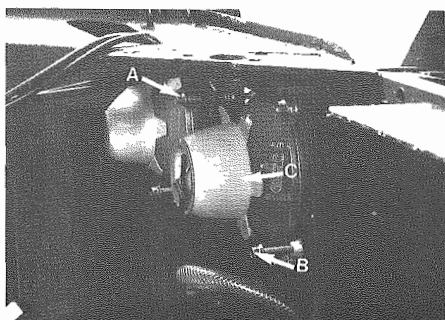
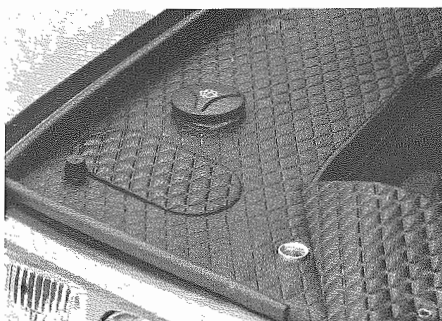
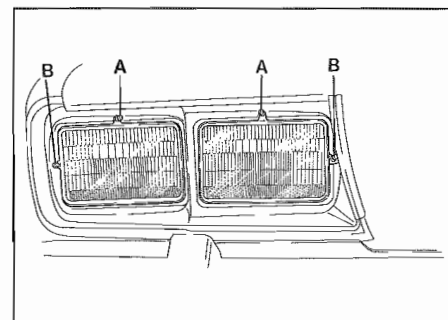

Fig. 9 - Sportello di protezione
Fig. 10 - A - Viti di regolazione orizzontale
Fig. 11 - A - Viti di regolazione orizzontale USA
- Aprire il cofano motore e sollevare lo sportello di protezione indicato in Fig. 9.
- Agire sulla vite di regolazione A (Fig. 10 - Eur.) per l'orientamento orizzontale e sulla vite B per l'orientamento verticale (Fig. 11 - USA).
- Open the engine compartment and lift protection lid of Fig. 9.
- Act on the adjusting screw A (Fig. 10 - Eur.) for the horizontal aiming and on adjusting screw B for the vertical aiming (Fig. 11 - USA).
- Per una registrazione più sollecita è preferibile sulla versione Europa, registrare prima il fascio anabbagliante. Per la versione USA è necessario agire sui registri esterni (**Fig. 11**).
- For a quicker adjustment it is advisable for the Europe version to adjust first the low beam. For USA version it is necessary to act on the outer adjusters (**Fig. 11**).
- Lampade proiettori: sollevare lo sportello indicato in **Fig. 9**, togliere la protezione in gomma (**Fig. 10**) staccare il cavo elettrico e sganciare la lampada dalla parabola. Evitare di toccare il bulbo della lampada con le mani.
- Headlights: lift the lid indicated in **Fig. 9**, remove the rubber protection (**Fig. 10**) disconnect electric cable and take out the bulb from the reflector. Avoid touching the bulb with bare hands.